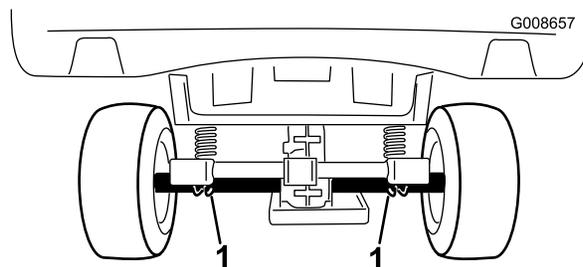

図 21
- 車体後部のジャッキアップポイントはアクスルチューブの下側です 図 21。